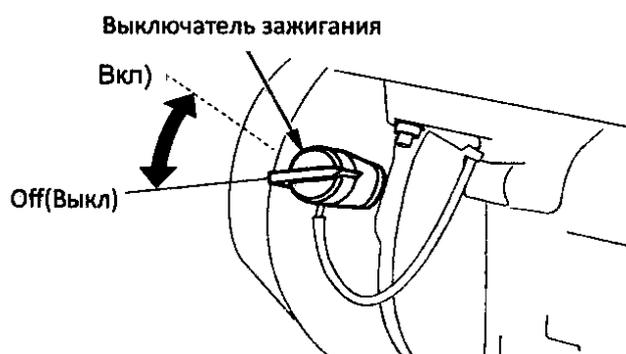

Рисунок 2.16 – Установка выключателя зажигания
3. Поверните выключатель зажигания в положение ON (*включено*) (рис. 2.16).